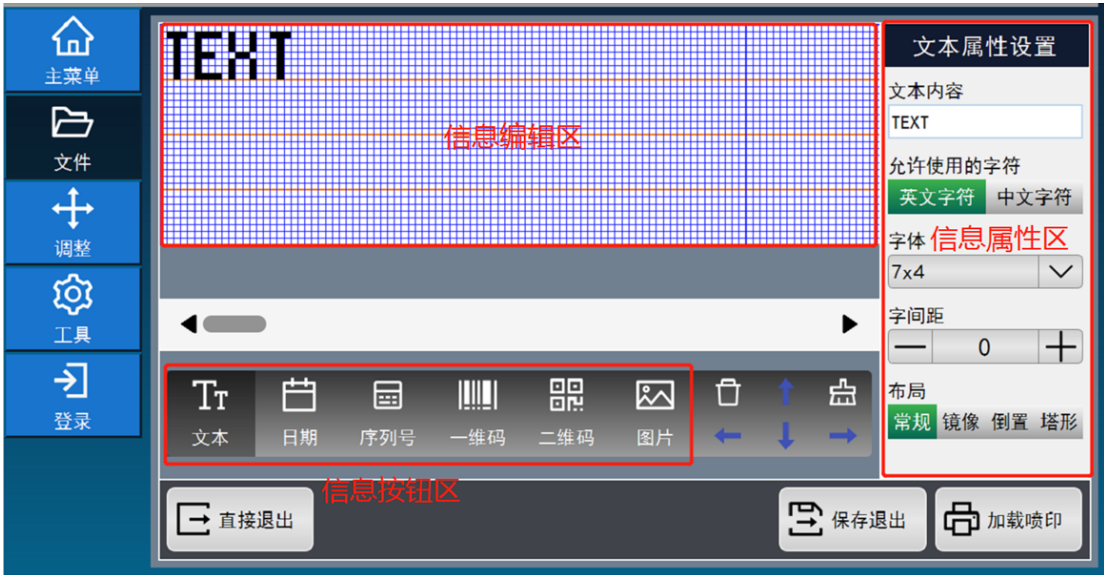

图3-5文件编辑界面
1. 按照3.1 小节中的三种途径，使系统进入到编辑文件界面。如图 3-5 所示 (图为用“新建”功能进入的编辑文件界面且选择编辑的内容为文本类型)